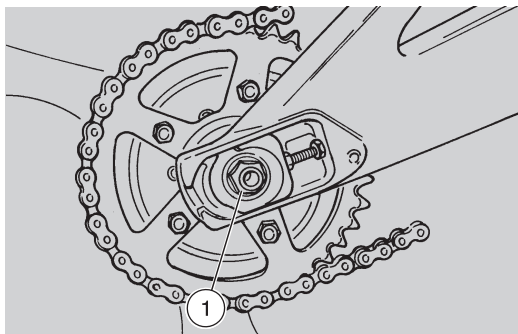

Fig. 36
- démonter l'écrou (1 - Fig. 36);
- insérer et visser l'écrou (1 - Fig. 36), jusqu'à ce que le pivot ne se trouve bien placé dans son siège;
- fixer l'écrou (1 - Fig. 36).